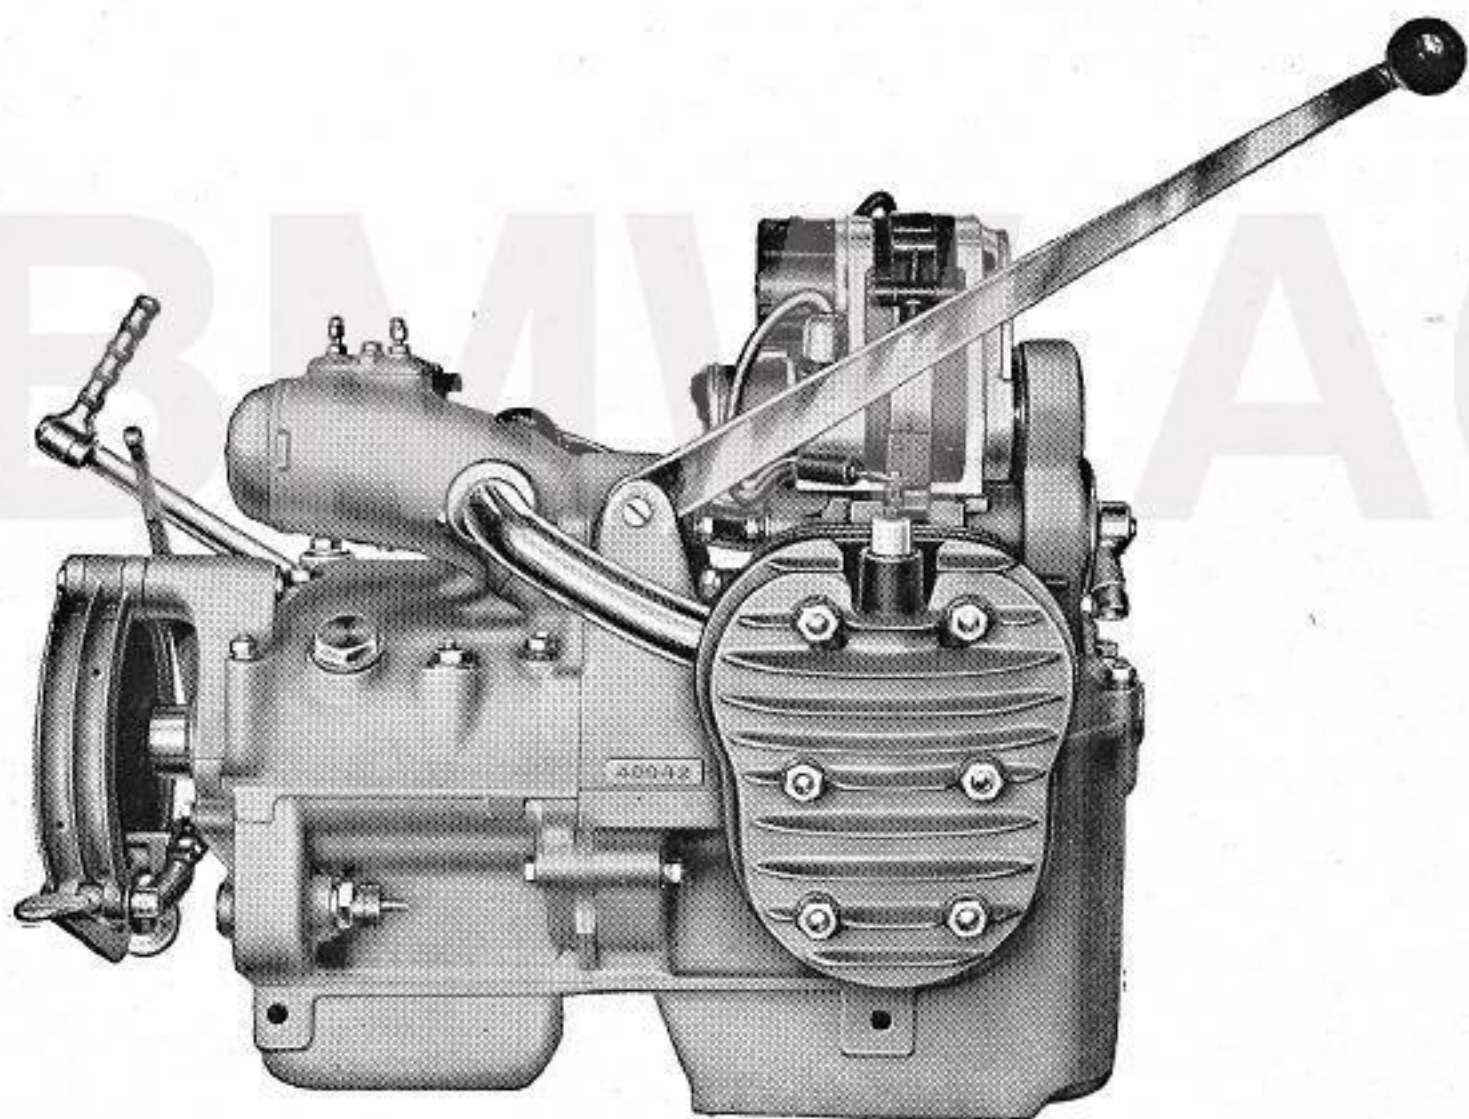

Abb. 3.
1. Allgemeines: Der mit der Kupplung und dem Getriebe zu einem Block vereinigte Motor (Abb. 3) wird auf den unteren Rahmenrohren mittels durchgehender Verbindungsschrauben festgehalten. Nach deren Lösung kann der ganze Block abgenommen werden, was jedoch nur bei vollständiger Überholung erforderlich ist. Sämtliche Teile sind ohne Ausbau des Motors oder des Getriebes leicht zugänglich. Die seitlich herausragenden Zylinder können nach Lösen der Befestigungsmuttern und Entfernung der Saug- und Auspuff-
Bild 3: Arbeitshub. Das verdichtete Gemisch wird von der Zündkerze aus entzündet. Die erfolgende Explosion treibt den Kolben wieder nach innen, wobei der Kolben seine Kraft an die Kurbelwelle des Motors abgibt.